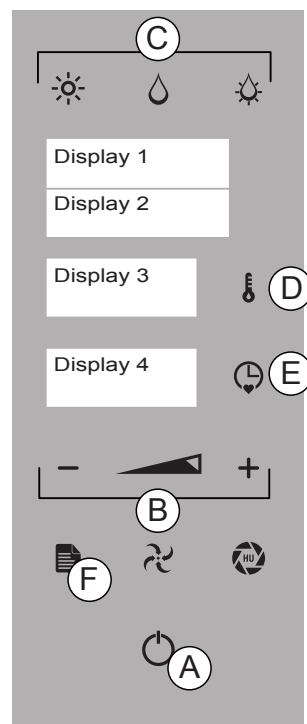

Abb. 1
7. Drücken Sie die „ZEIT“-Taste (Abb. 1/E) und die „TEMPERATUR“-Taste (Abb. 1/D), um die Temperatur des Garraums einzustellen. Drücken Sie zur Bestätigung die Taste „TEMPERATUR“.
Drücken Sie dann zum Starten des Garzyklus die Taste „ENTER“ (Abb. 1/A).
8. Um die Funktion zu verlassen, drücken Sie auf „MENÜ“ (Abb. 1/F).
Bei Erreichen der niedrigeren, eingestellten Temperatur wird „ENDE“ angezeigt (Abb. 1- Display 4):
Bei Erreichen der höheren, eingestellten Temperatur wird „ENDE“ (Abb. 1 - Display 4) und „WARTUNG“ angezeigt.
Der Kombidämpfer hält die niedrigste eingestellte Temperatur (Abb. 1- Display 2):
Um die Funktion zu verlassen und zum Hauptmenü zurückzukehren, die Taste „MENÜ“ drücken (Abb. 1/F).
Drücken Sie auf die Taste „ENTER“ zum Aktivieren des Hauptmenüs (Abb. 1/A). Drücken Sie die „MENÜ“-Taste. Wählen Sie mit den Tasten „MINUS“ und „PLUS“ (Abb. 1/B) die Funktion „REZEPT“ an und drücken Sie dann zur Bestätigung die Taste „ENTER“.
Drücken Sie auf „ENTER“ und auf die gewünschte Betriebsart: HEIßLUFT, DAMPF COMBI, AUFGEHEN (Abb. 1/C). Stellen Sie die Temperatur ein (siehe 5.2 TEMPERATUREINSTELLUNG). Stellen Sie die Zeit ein (siehe 5.3 ZEITEINSTELLUNG).